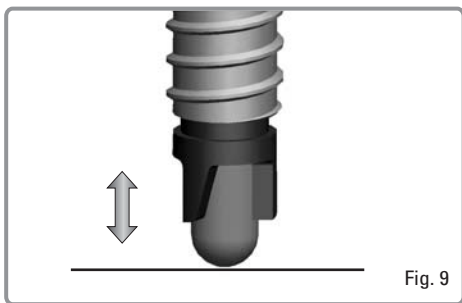

Fig. 9
- **Antes do uso pressionar a sonda em campo estéril e verificar o correcto retorno devido à mola. (ver fig. 9)**